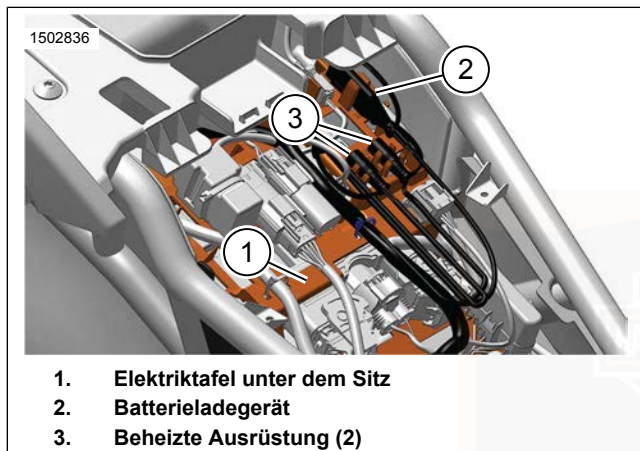

Abbildung 42. Unter dem Sitz
Siehe Abbildung 42. Die Steckverbinder für beheizte Ausrüstung (3) befinden sich in der Elektriztafel unter dem Sitz (1). Um Schäden während des Betriebs zu vermeiden, müssen die Steckverbinder für beheizte Ausrüstung ordnungsgemäß verlegt werden.
2. Siehe Abbildung 42. Die unter dem Sitz versteuten Steckverbinder für beheizte Ausrüstung (3) aus der Elektriztafel (1) entfernen.